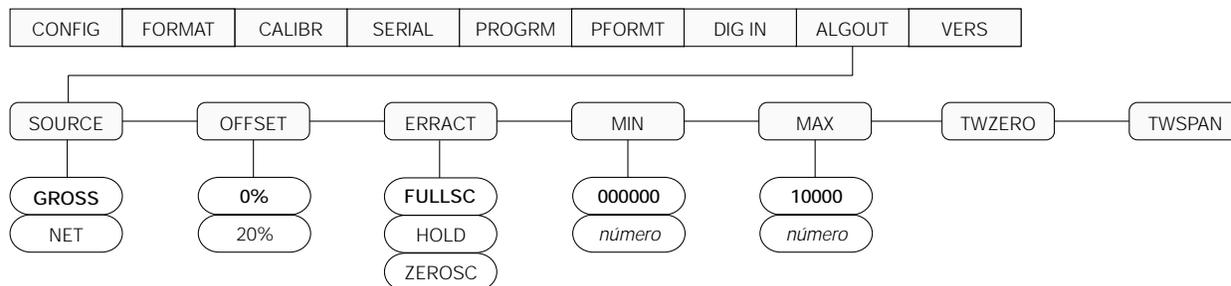

Figura 7-4. Menú salida analógica
- Ingresar en el modo de preparación e ir al menú ALGOUT (ver Figura 7-4).